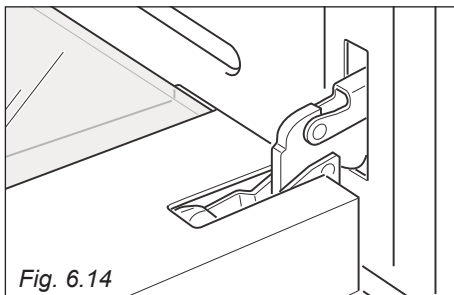

Fig. 6.14
- Aprire completamente la porta del forno (fig. 6.14).